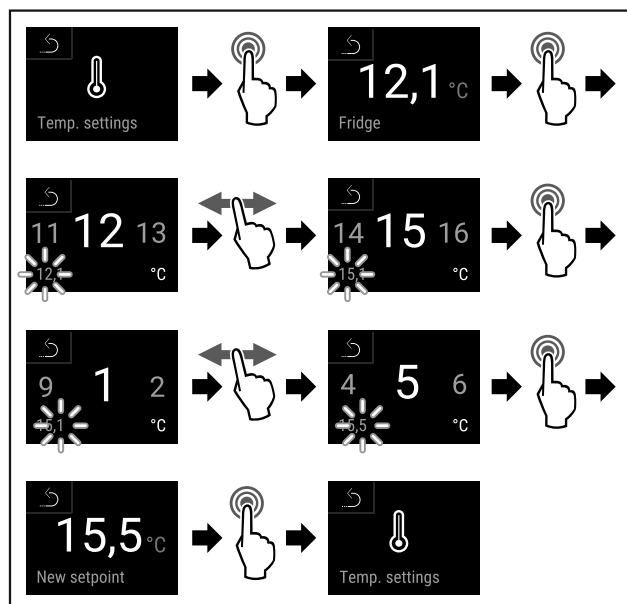

Fig. 90
- Stappen (zie Fig. 90) uitvoeren.